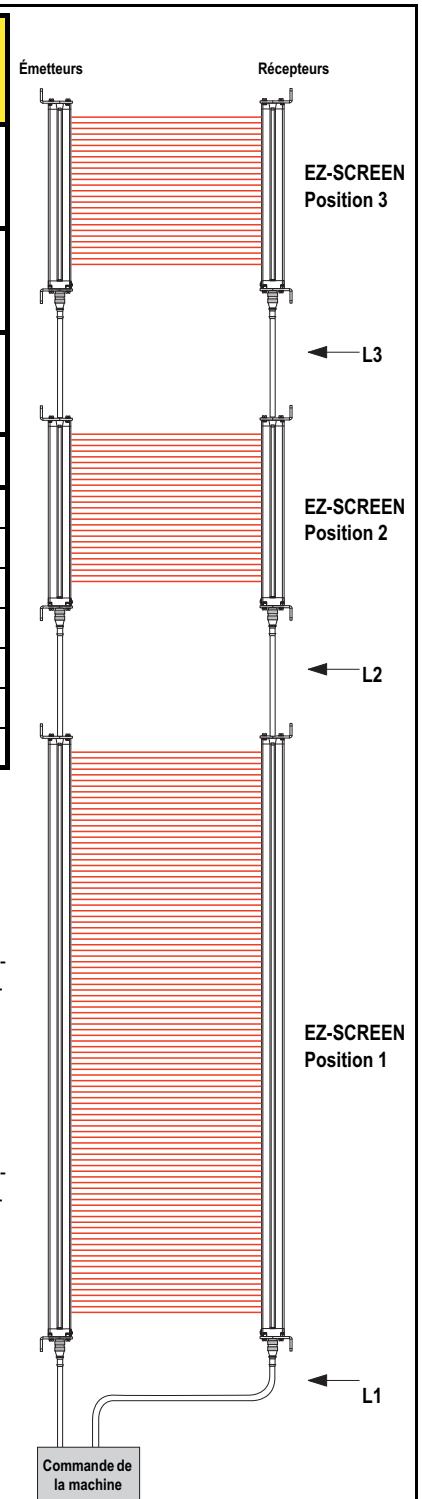

Figure 50 Possibilités de longueurs de câble pour trois Barrières immatérielles en cascade
- 4) En utilisant le tableau de la Figure 50 en page 101, déterminer la longueur L3 maximale.
Pour déterminer la longueur des câbles pour trois Barrières immatérielles en cascade, voir Figure 50 en page 101. Voir aussi les exemples 1 et 2.